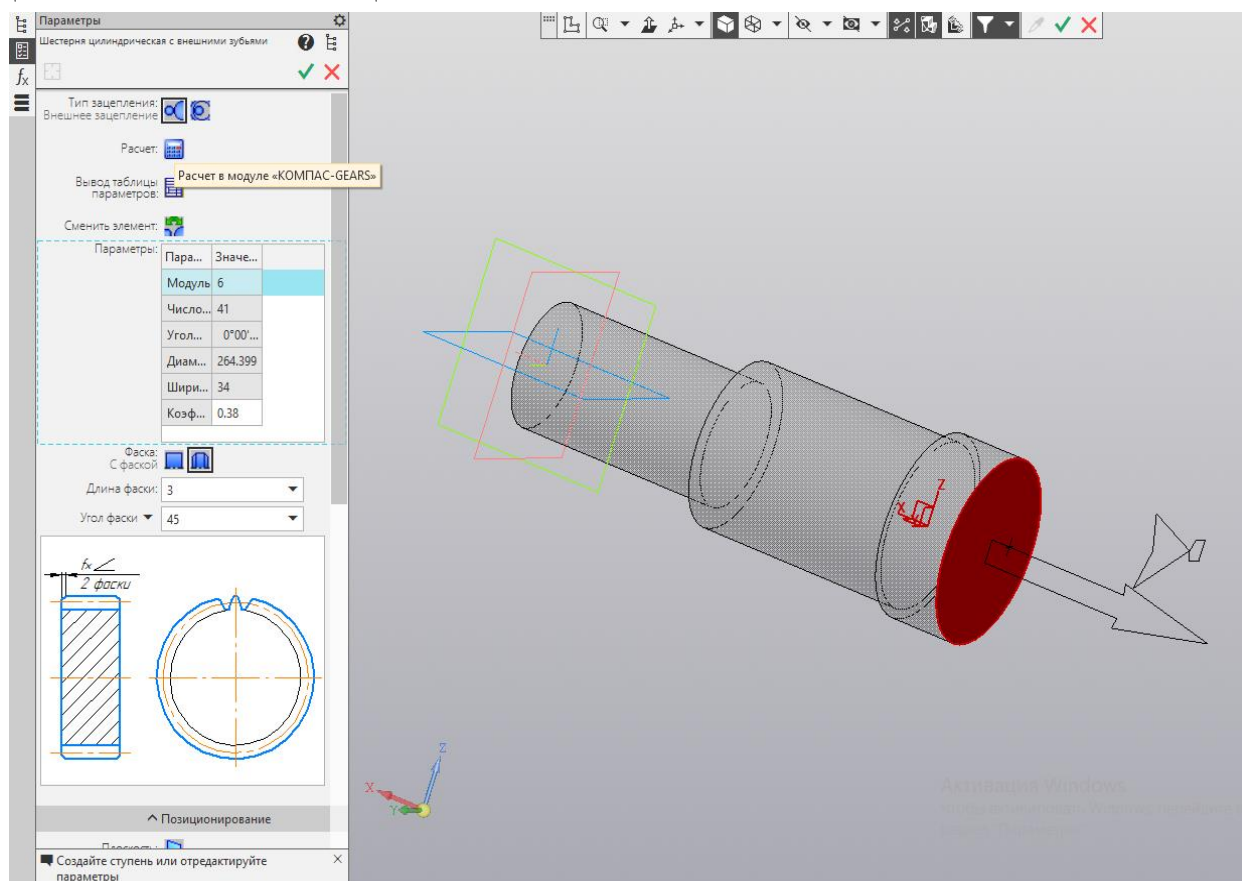

Рисунок 7 - Выбор плоской грани для построения зубчатой ступени вала-шестерни
- Для построения зубчатой ступени вала-шестерни в строке меню *Приложения* выберите команду *Механика – Валы и механические передачи 3D – Механические передачи – Шестерня цилиндрическая с внешними зубьями*. Укажите плоскую грань вала, от которой начнется построение проектируемого элемента (рисунок 7). В открывшемся окне *Параметры* выберите тип зацепления «Внешнее зацепление».